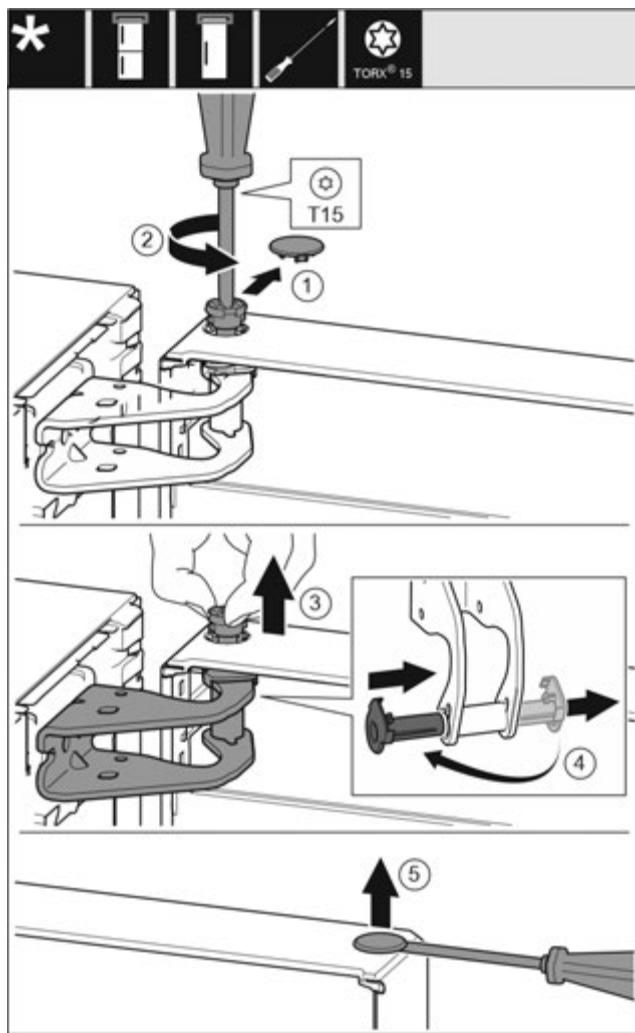

Fig. 10
- Обережно знімть запобіжну кришку. Fig. 10 (1)
- Трохи викрутіть гвинт за допомогою викрутки T15. Fig. 10 (2)
- Притримуйте дверцята і витягніть палець руками. Fig. 10 (3)
- Витягніть із напрямної опорну втулку. Встановіть і зафіксуйте з іншого боку. Fig. 10 (4)
- За допомогою шліцової викрутки обережно підійміть пробку із опорного втулка дверцят та витягніть її. Fig. 10 (5)